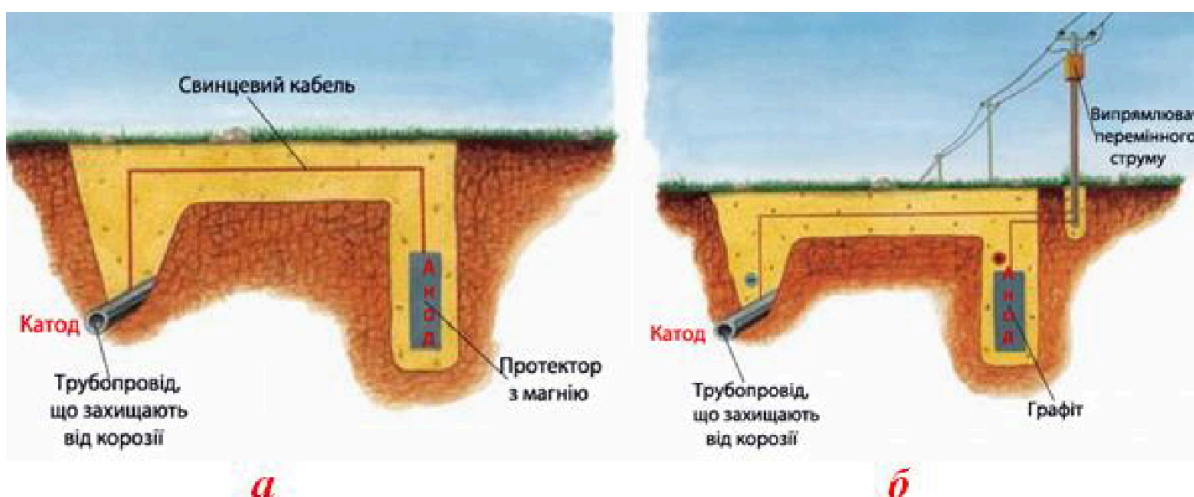

Рис. 12.6. Схема протекторного захисту
**Протекторний захист** полягає у тому, що від'ємний потенціал на металеву копункцію подається за рахунок використання більш активного металу (цинк, магній, алюміній), ніж анод. Цей метал є джерелом електронів і створює в системі електричний струм потрібної сили (рис. 12.6).